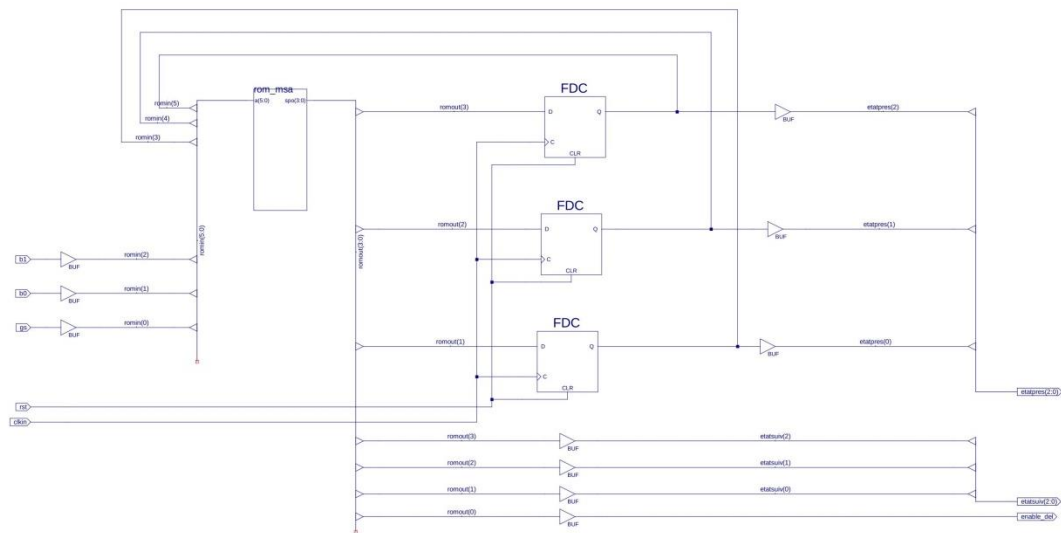

Figure 29. Schéma complété de la MSA.
2. De retour dans le schéma ouvert dans l'espace de travail, placez le symbole rom\_msa dans le haut de la partie centrale du schéma (référez-vous à la Figure 29 pour disposer les composants).
4. Repositionnez le pointeur de la souris dans l'espace de travail et placez trois instances de la bascule **fdc** à droite du composant rom\_msa. Fiez-vous à la Figure 29 pour placer les bascules au bon endroit.
Complétez le schéma de la MSA en vous aidant du schéma complété montré à la Figure 29.
4. À l'aide de la fonction **Add Wire**, faite courir un bus allant jusqu'au dessus de la sortie du buffer le plus haut. Le résultat devrait être conforme au schéma complété montré à la Figure 29.
5. Connectez la sortie de chaque buffer à ce bus à l'aide de la fonction **Add Bus Tap**, comme vous l'avez fait précédemment à la section Ajoutez des bus et des taps. Choisissez le sens Right. Nommez la sortie du 1er buffer etatpres(2); Nommez les deux autres etatpres(1) et etatpres(0) du plus haut au plus bas.
6. Ajoutez quatre buffers, sous les 3 bascules D, vis-à-vis la partie inférieure du bus romout(3:0). Consultez la Figure 29 pour savoir comment disposer les composants.
8. Assurez-vous que l'entrée du 1er buffer est connectée au fil romout(3) du bus, celle du 2ième au bit romout(2) et celle du 3ième, au bit romout(1).
9. Ensuite, déplacez l'étiquette etatsniv(2:0) légèrement sous le 3ième buffer (entre le 3ième et le 4ième buffer, comme montré sur le schéma complété, Figure 29).
11. Connectez la sortie de chaque buffer au bus etatsniv(2:0) à l'aide de la fonction **Add Bus Tap**. Les tap doivent être positionnés vers la droite. Le bit etatsniv(2) doit être connecté sur la sortie du 1er buffer, etatsniv(1) sur celle du 2ième buffer et etatsniv(0) sur celle du 3ième buffer.
13. Connectez l'entrée de ce buffer au bus romout(3:0) grâce à la fonction **Add Bus Tap** avec le tap positionné vers la gauche. Après avoir cliqué sur le bus avec le tap du curseur, changez le Net Name pour romout(0) dans l'espace Options. Cliquez sur l'entrée du buffer avec le curseur pour créer le tap. Le bit créé doit prendre le nom romout(0).
1. Tout d'abord, ajoutez trois buffers vis-à-vis la partie inférieure du bus romin(5:0) comme illustré sur la Figure 29.
2. Assurez-vous que votre schéma est conforme au schéma complété montré à la Figure 29 et sauvegardez-le.